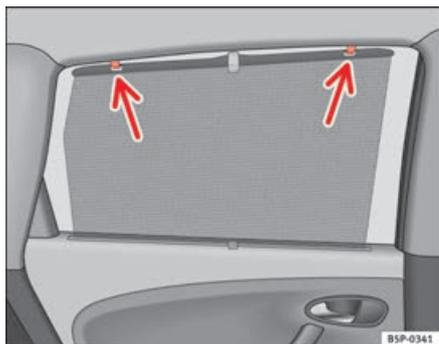

Abb. 85 Sonnenschutz-Rollo Hintertür
- Ziehen Sie das Rollo aus und hängen es in den Haken am oberen Türrahmen ein ⇒ Abb. 85. ■